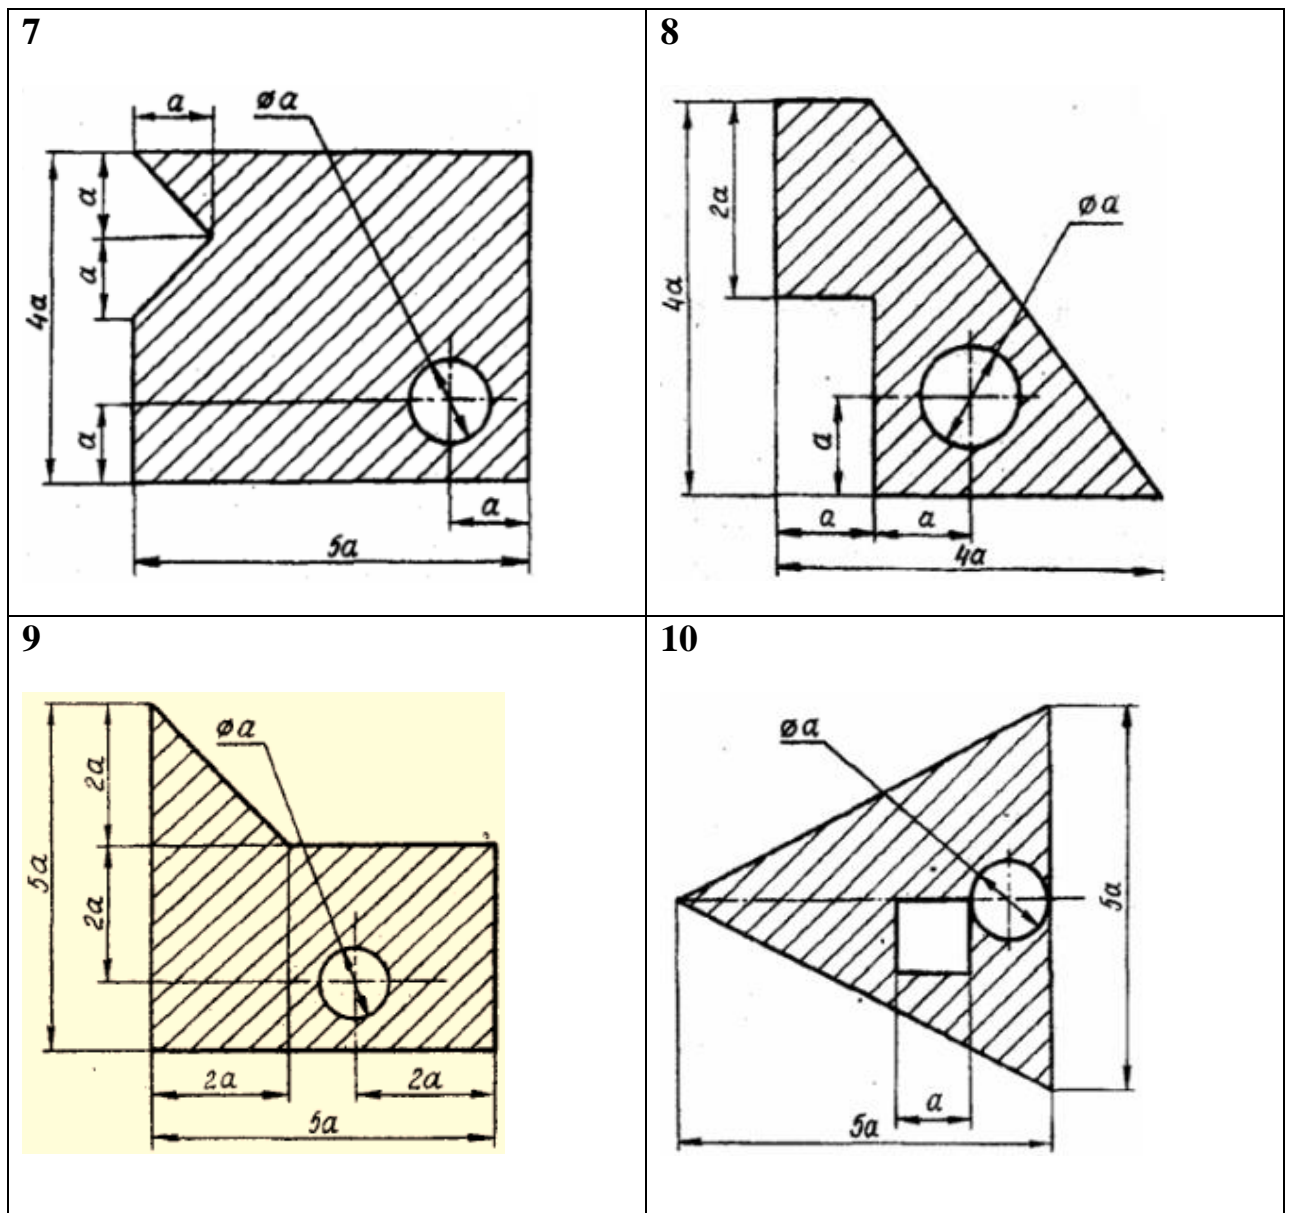

Рис. 3 - Схема задачи
*Задание:* Определить координаты центра тяжести плоской фигуры (рисунок 3)